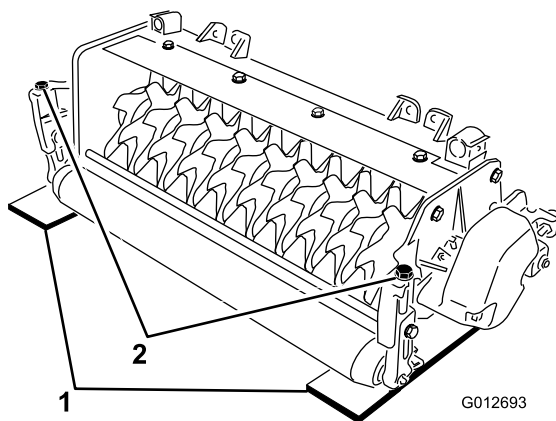

図 4
2. 希望する深さ刃が地面に食い込む深さと同じ厚さのゲージバーを 2 枚用意し、ユニットの左右で後ローラとバーチカッター・リールの下にあてがう 図 4。